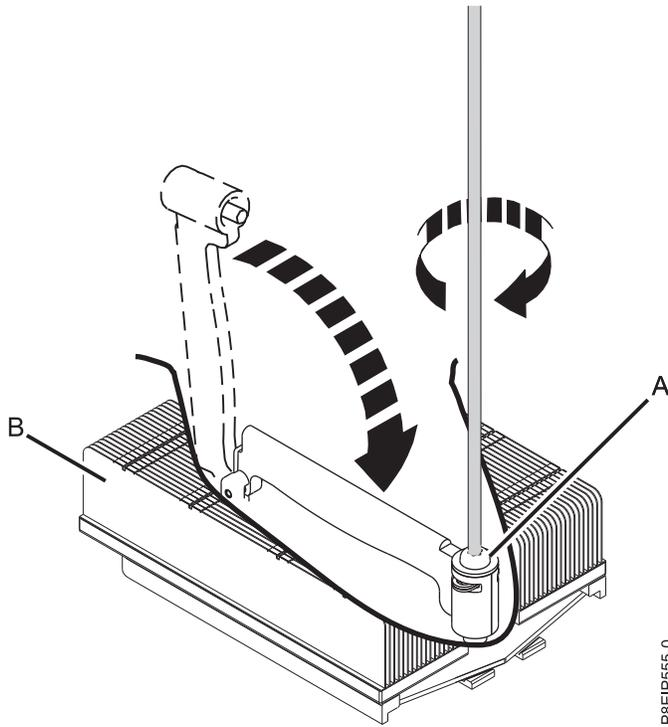

Figure 39. Serrage de la vis du bras de chargement
11. Positionnez le bras de chargement (A) sur le dissipateur thermique (B) et serrez les vis du bras de chargement avec un tournevis Phillips n°3, comme indiqué dans la figure 39.